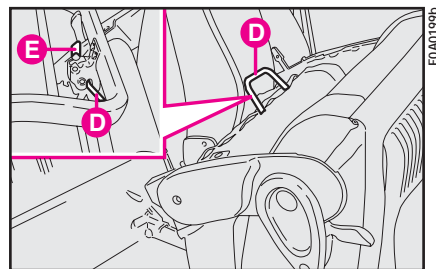

рис. 59
Чтобы отцепить перегородку от сиденья: нажмите кнопку **Е** (рис. 59), чтобы отцепить перегородку от кронштейна **Д** на сиденье. Установите перегородку в прежнее положение. Разложите сиденье, опустив подушку и подняв спинку. Убедитесь, что сиденье надежно зафиксировано.
**Со стороны водителя:** потяните рычаг **Е** (рис. 59а), чтобы сложить спинку сиденья;
рис. 59а